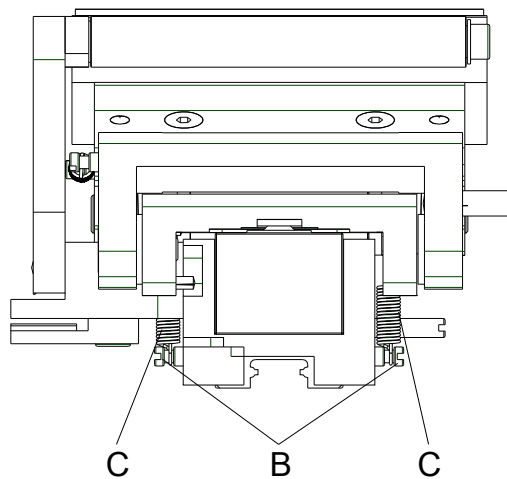

Figura 23
2. Rimuovere le due molle di tensione (C, Figura 23) dal supporto (B, Figura 23), con l'aiuto di una pinzetta.